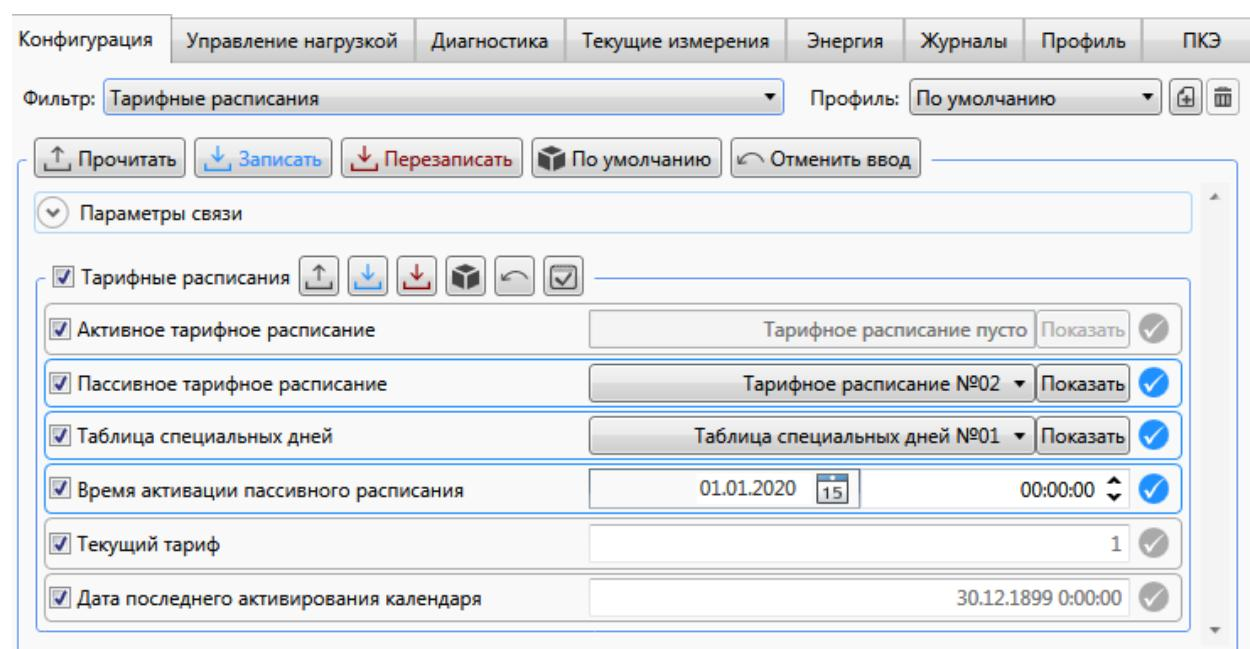

Рисунок 9.42 – Активация тарифного расписания
- нажать кнопку для записи измененных параметров в счетчик (рисунок 9.42).